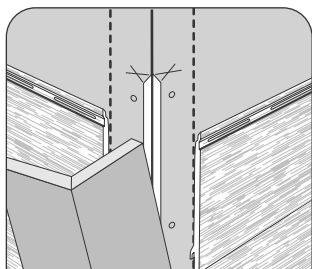

Fig. 16
- Instale el reborde sobre listones para enrasar (Fig. 16 y 17). Lo más fácil es ensamblar los rebordes de las ventanas y puertas antes de aplicarlos a la pared. Cuando utilice el reborde Celect, asegúrese de construir el reborde ligeramente más grande (1/8" a cada lado) que la ventana o puerta para brindar un espacio para que el marco acabado se expanda y contraiga con los cambios de temperatura.